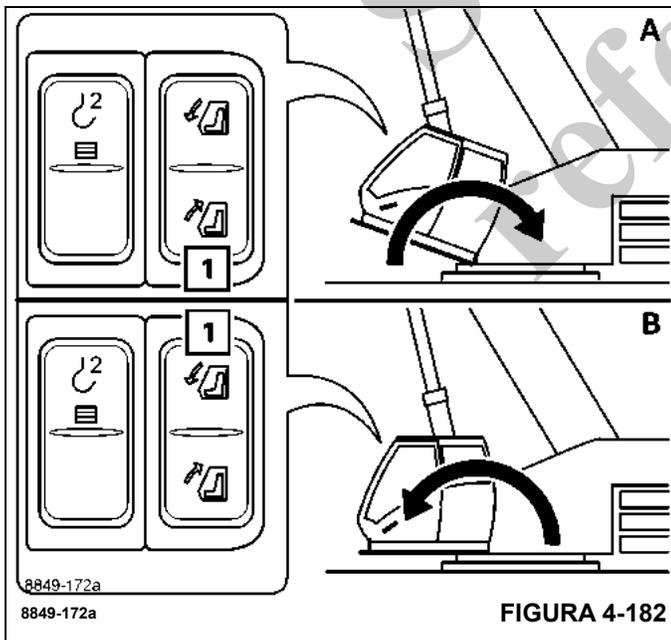

FIGURA 4-182
(A) – Elevación de la cabina (Vea la Figura 4-182)
(B) – Descenso de la cabina (Vea la Figura 4-182)